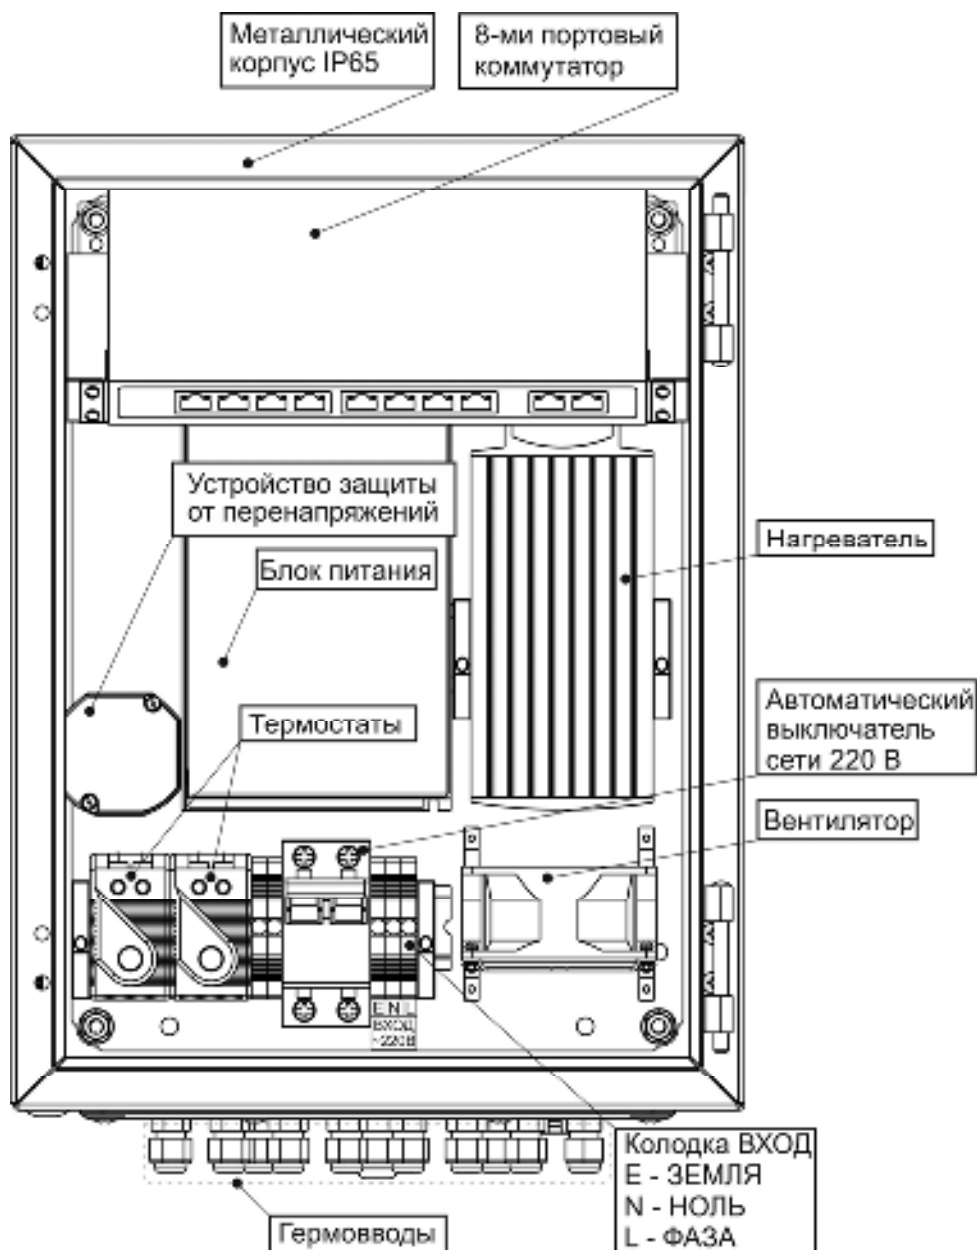

Рисунок 3 - вид изделия с открытой дверцей
При открытой дверце осуществляется доступ к 8-ми портовому коммутатору (далее по тексту: коммутатор), автоматическому выключателю и клеммной колодке ВХОД ~ 220В расположенной на DIN-рейке (см. рисунок 3).
- Провод заземления подключите к клемме Е (ЗЕМЛЯ) на колодке «ВХОД» (см. рисунок 3).
- Подключите, соблюдая фазировку, к клеммам колодки «ВХОД» изделия сетевые провода N (НОЛЬ) и L (ФАЗА) (см. рисунок 3).